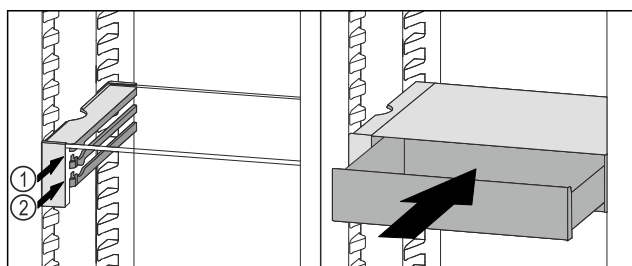

Fig. 174
- Założyć szufladę VarioSafe za stoperami na wybranych żebrowach Fig. 174 (1) lub Fig. 174 (2).